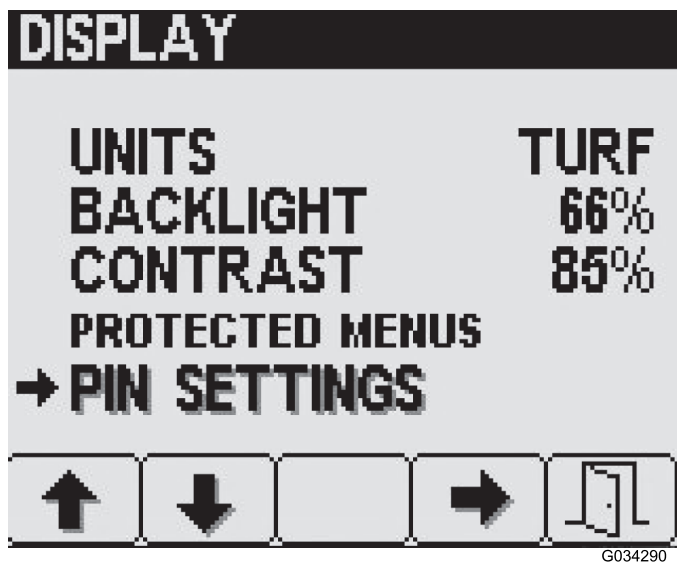

Figura 14
1. Prima o botão 2 no ecrã de definições até chegar à opção de definições do PIN e depois prima o botão 4 para seleccionar (Figura 14).